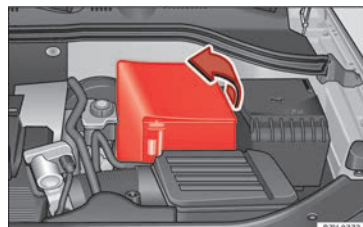

Abb. 173 Im Motorraum: Manschette der Fahrzeugbatterie aufklappen.
- *Bei einer Manschette:* Die Abdeckung zur Seite wegklappen » **Abb. 173**.